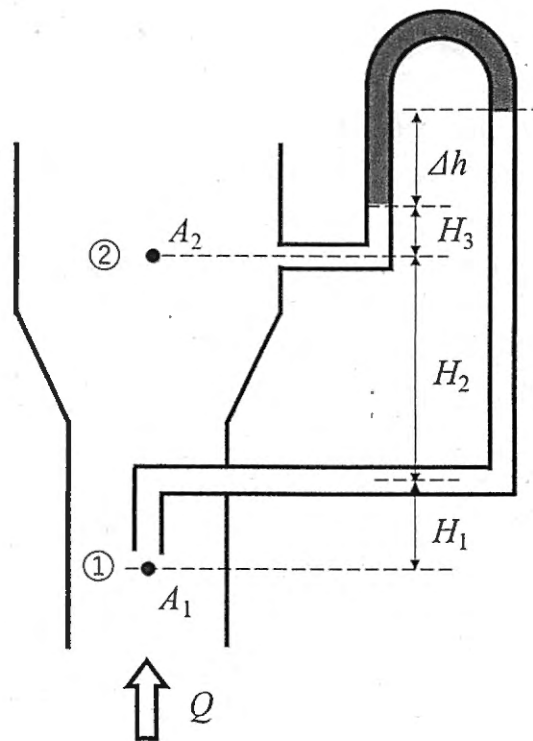

図1
1. 図1のように、垂直に立てられた異径管内を流量 Q で密度 ρ の水が流れている。異径管内の①部の断面積を A_1 、②部の断面積を A_2 とする。異径管には比重 s の油で満たされた逆U字管マンノメータが接続され、圧力差を計測する仕組みである。ただし、①部の圧力取り出し口はピトー管形となっている。また、①部とピトー管との高さを H_1 、ピトー管と②部との高さを H_2 、②部と逆U字管マンノメータの左側液面との高さを H_3 とする。このとき、示差 Δh はいくらになるか。なお、重力加速度は g とする。また、すべての損失は無視できるとする。